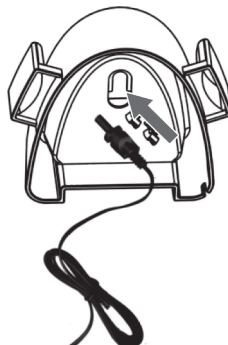

рис.3
6.2.1 Провод сетевого адаптера протяните через отверстие в настенном креплении и закрепите (рис.3).